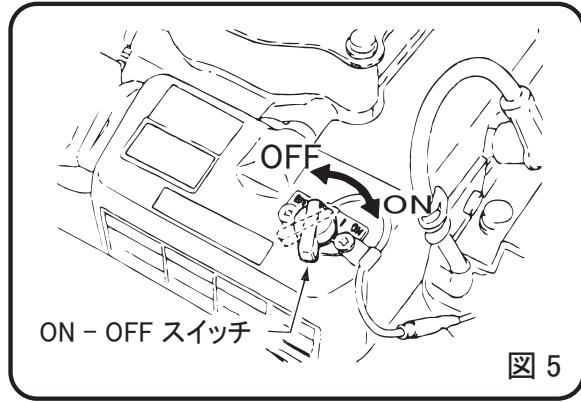

図 5
- 2 ON-OFF スイッチを「ON」の位置にします。（図5）